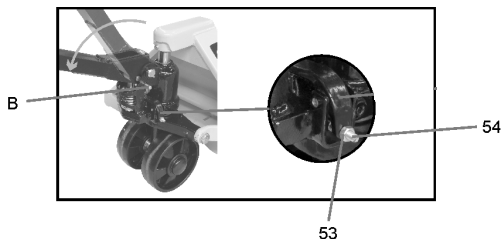

Fig. 6 – Retirada do pino
- d. O pistão de acionamento do cabo vem travado com um pino "B", ver fig. 6;
- e. Para o correto funcionamento do equipamento, posicione o cabo totalmente na horizontal e remova o pino trava da mola "B", ver fig. 6;
Em caso de necessidade de ajuste da alavanca para elevar ou baixar a carga, faça o ajuste através do parafuso "54", conforme fig. 6, e depois de concluído, trave o parafuso "54" apertando a porca "53".